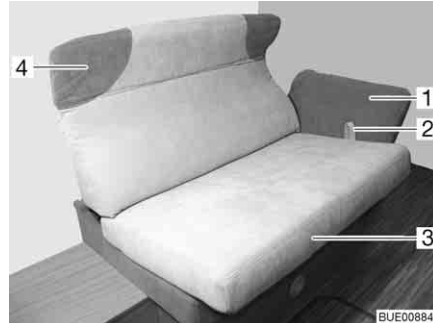

Fig. 101 Réglage de la banquette longitudinale
- Tirer la boucle (Fig. 101,2) vers le haut et le siège (Fig. 101,3) avec précaution vers le milieu sur les rails jusqu'en butée.
- Saisir l'appui-tête rembourré (Fig. 101,4) des deux mains et le placer avec précaution dans la position désirée vers le haut ou le bas.
- Saisir l'accoudoir (Fig. 101,1) des deux mains et le placer avec précaution dans la position désirée vers le bas ou le haut.